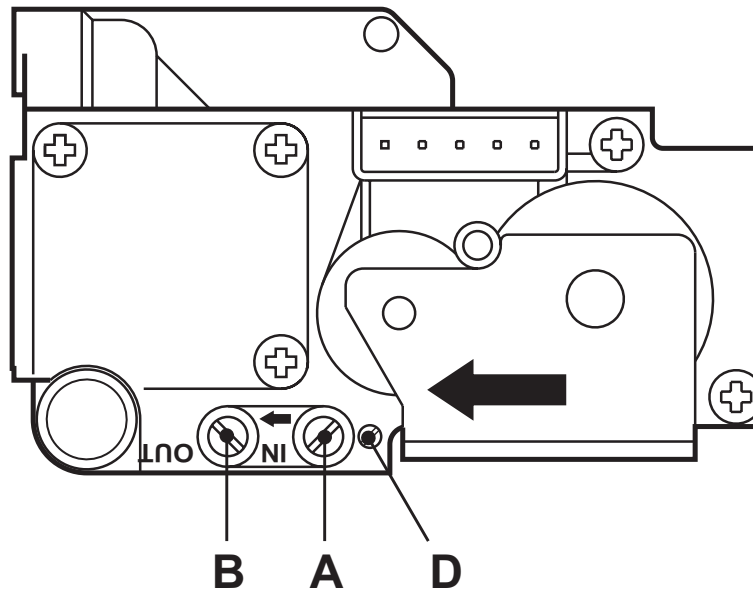

fig. 15 - Válvula de gás
- Ligue um manómetro adequado à tomada de pressão "B" fig. 15 colocada a jusante da válvula de gás
- Regule a pressão mínima através do parafuso "D" fig. 15; rode para a direita para diminuir e para a esquerda para aumentar.